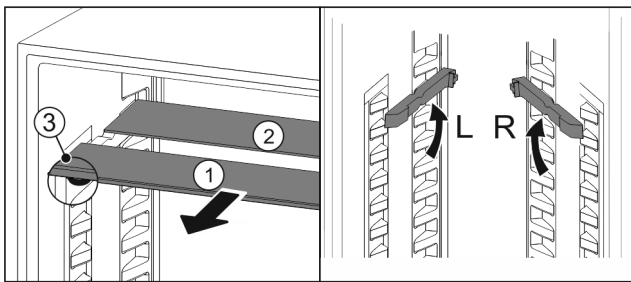

Fig. 94
- ▶ Retire las planchas de cristal individualmente hacia delante Fig. 94 (1).
- ▶ La placa de vidrio Fig. 94 (1) con moldura está situada delante.
- ▶ Los topes Fig. 94 (3) miran hacia abajo.